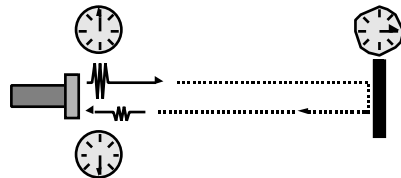

Abb. 3: Ultraschall-Laufzeitmessung
- Die Analog-Signale werden durch eine Ultraschall-Laufzeitmessung vom Nachschaltgerät ermittelt: Der Sensor strahlt einen kurzen Schallimpuls aus (vgl. Abb. 3). Dieser pflanzt sich in der Luft fort und wird an einem Objekt als Echo reflektiert. Das wms-4/4i II misst die Laufzeit zwischen dem Aussenden des Schallimpulses und dem Empfang des Echosignals. Aus dem Laufzeitwert ermittelt das Nachschaltgerät für jeden Sensor ein abstandsproportionales Analog-Signal (steigend von 4 bis 20 mA oder fallend von 20 bis 4 mA).